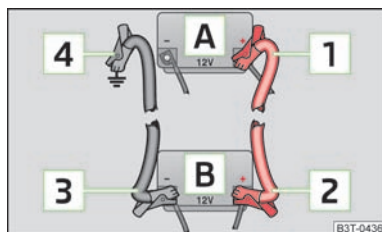

Fig. 138
- Fixez une extrémité **1** » fig. 138 sur le pôle positif de la batterie déchargée **A**.
- Fixez une extrémité **3** » fig. 138 sur le pôle négatif de la batterie fournissant le courant **B**.